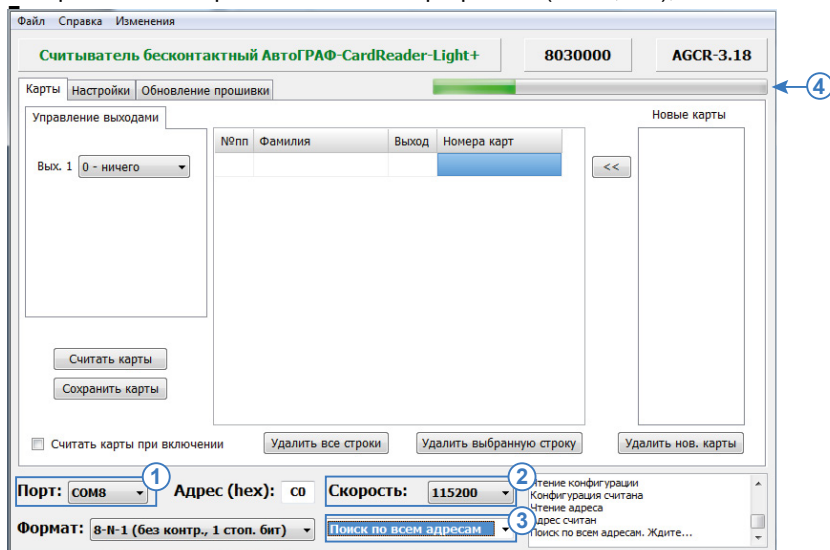

Рис.3. Поиск по адресам от 00 до FF.
- в программе «AGPConf» выбрать COM-порт к которому подключен считыватель (Рис.3, п.1). Посмотреть порт устройства можно в Диспетчере устройств системы;
- выбрать скорость, на которую настроена шина RS-485 считывателя (Рис.3, п.2);
- выбрать диапазон адресов – Поиск по всем адресам (Рис.3, п.3).
- после этого программа выполнит поиск подключенного устройства в диапазоне адресов 00 – FF для заданной скорости обмена, затем выполнит подключение к первому найденному устройству и считывает настройки. Состояние выполнения поиска отображается в верхней части окна программы (Рис.3, п.4);